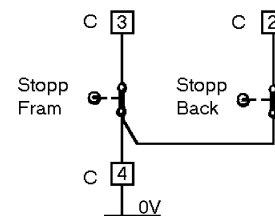

Fig 12
- Interrupteur de fin de course pour mouvement de translation (gauche ou droite), voir fig 12 à la page 47.